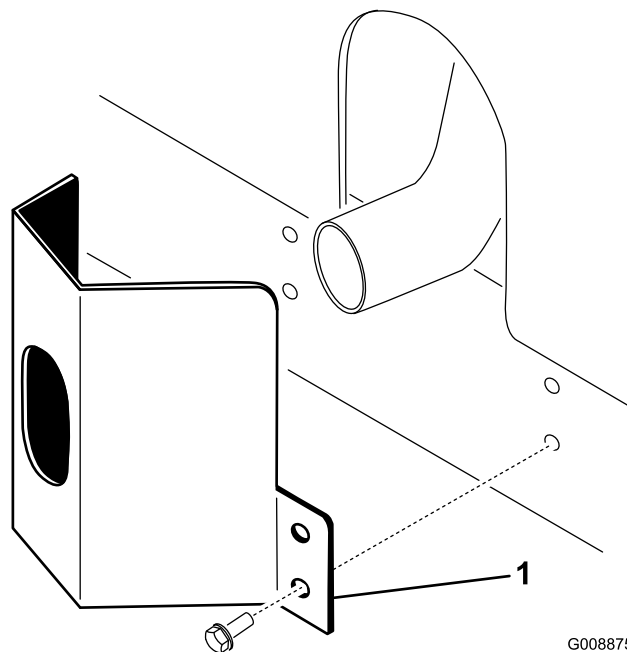

Рисунок 11
1. Расположите ограждение выхлопа на глушителе, совместив монтажные отверстия с отверстиями в раме (Рисунок 11).
2. Закрепите ограждение выхлопа на раме с помощью 4 самонарезающих винтов (Рисунок 11).